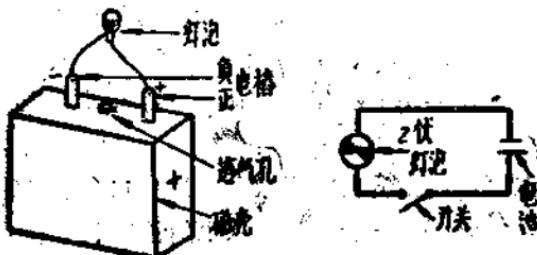

图 3 蓄电池负荷接线图
1. 电池电压一般降低到1.8伏时就要继续充电。如用作点灯，到灯泡发光微弱时，就必须进行充电。一个手提式2伏、12安时容量的电池，如用一只2伏约1瓦的灯泡点，可点30小时左右。其结线法，如图3。